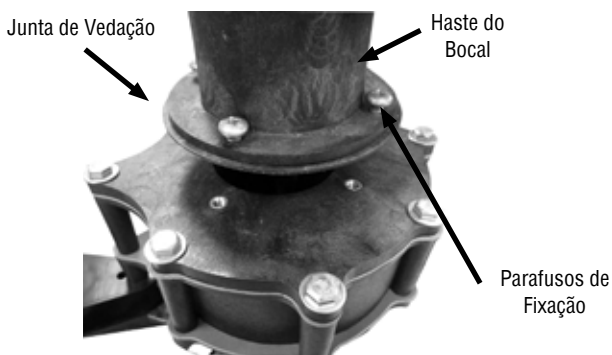

Figura 7
- d) Instale a junta de vedação e a haste do bocal na parte superior do corpo da fonte. Fixe com quatro parafusos  $\frac{1}{4}$ -20 x  $\frac{1}{2}$ " de forma alternada, com torque de 50 in-lb (Figura 7).